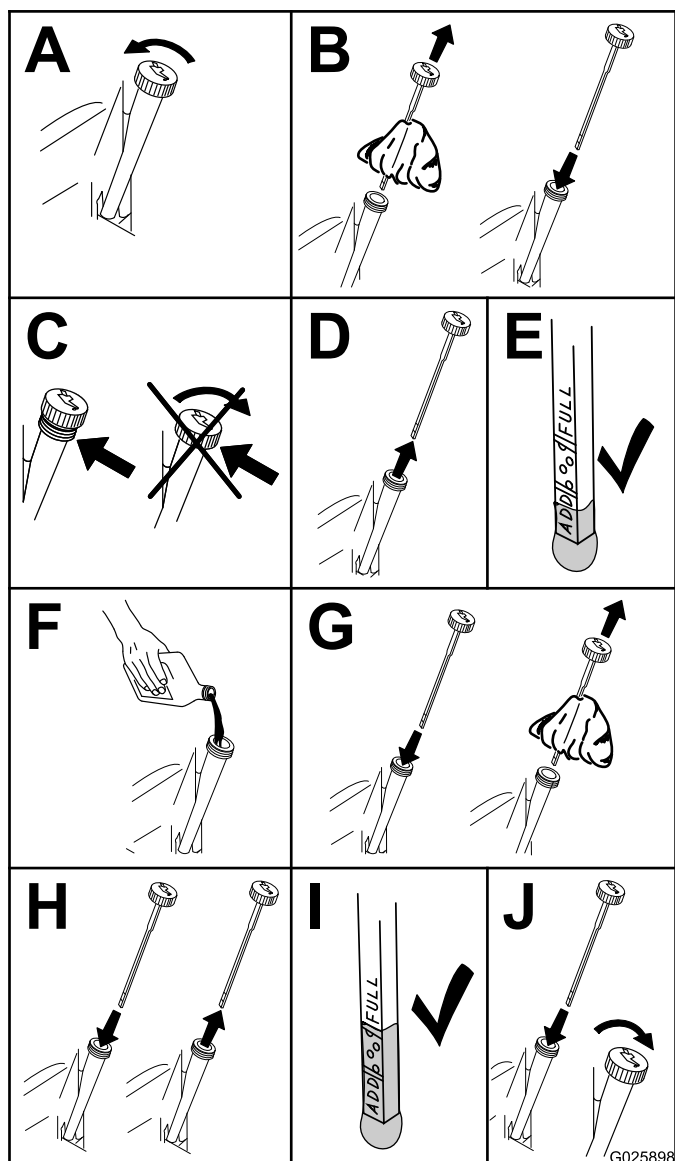

Figura 15
3. Compruebe el nivel de aceite del motor, según se muestra en Figura 15.